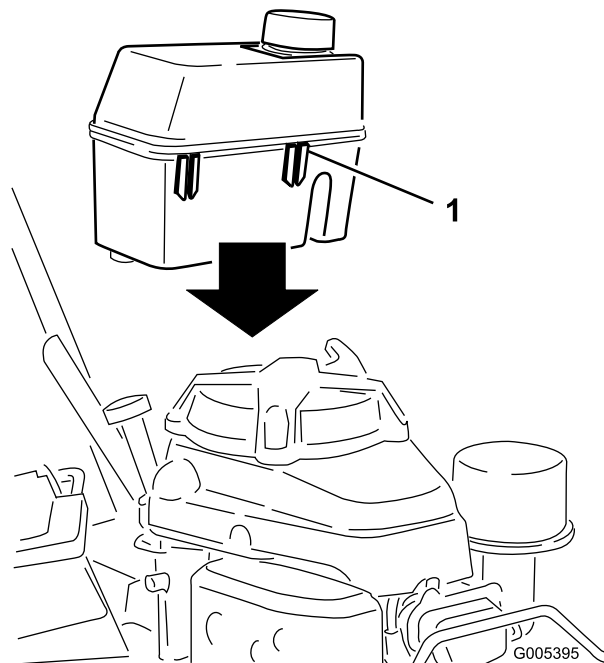

Figura 5
3. Deslice los clips de plástico de la parte delantera del depósito de combustible sobre el soporte de montaje del depósito de combustible (Figura 5).